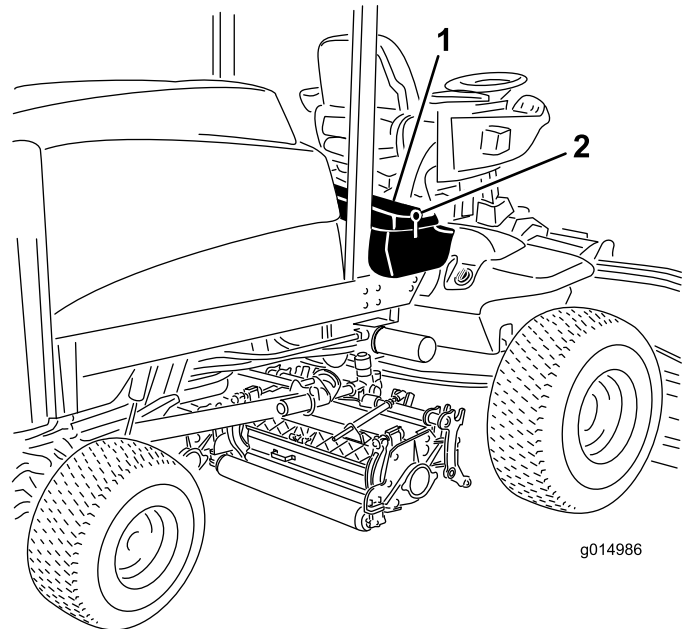

Figure 57
1. Déverrouillez et soulevez le panneau de la console (Figure 57).